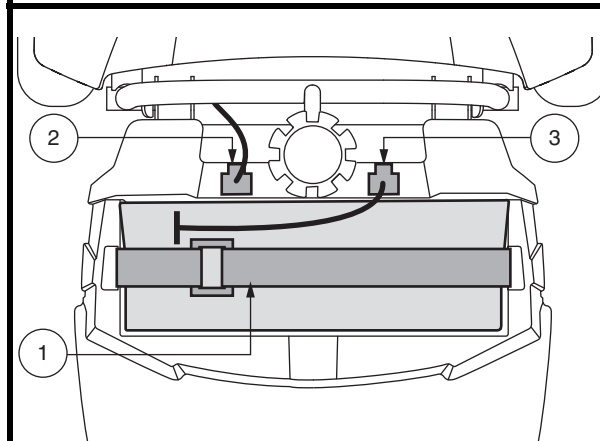

Figura 16. Fascetta di fissaggio delle batterie
1. Scollegare il cavo della batteria e rimuovere il pacco batteria da Travel Scooter. **Vedere figura 16.**
2. Scollegare le cinghie della batteria e la fascetta di fissaggio, quindi rimuovere la batteria dal miniscooter. **Vedere figura 16.**